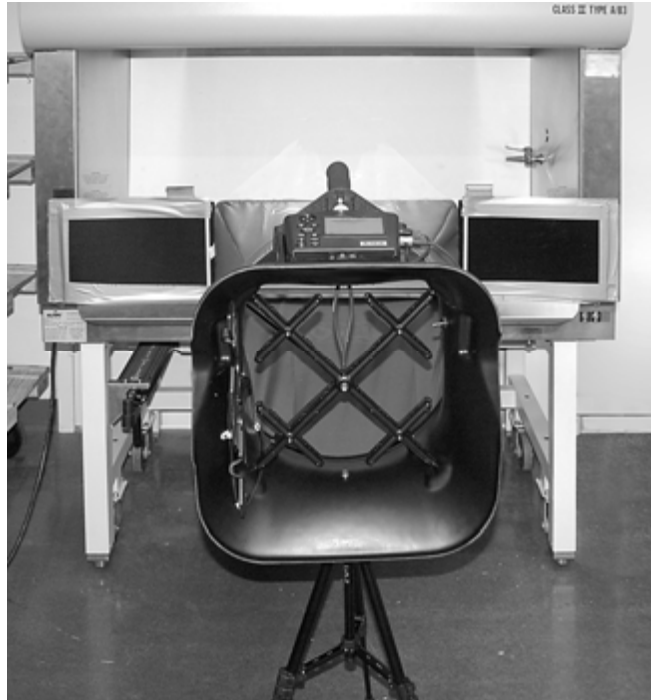

Abb. 28: Messfertiger Aufbau
7. Richten Sie die Verschlussklappen über den Öffnungen der Werkbank aus. Kleben Sie die Klappen ab, um einen dichten Abschluss zu gewährleisten. Nun ist die Messeinrichtung messfertig (siehe auch Abb. 28).